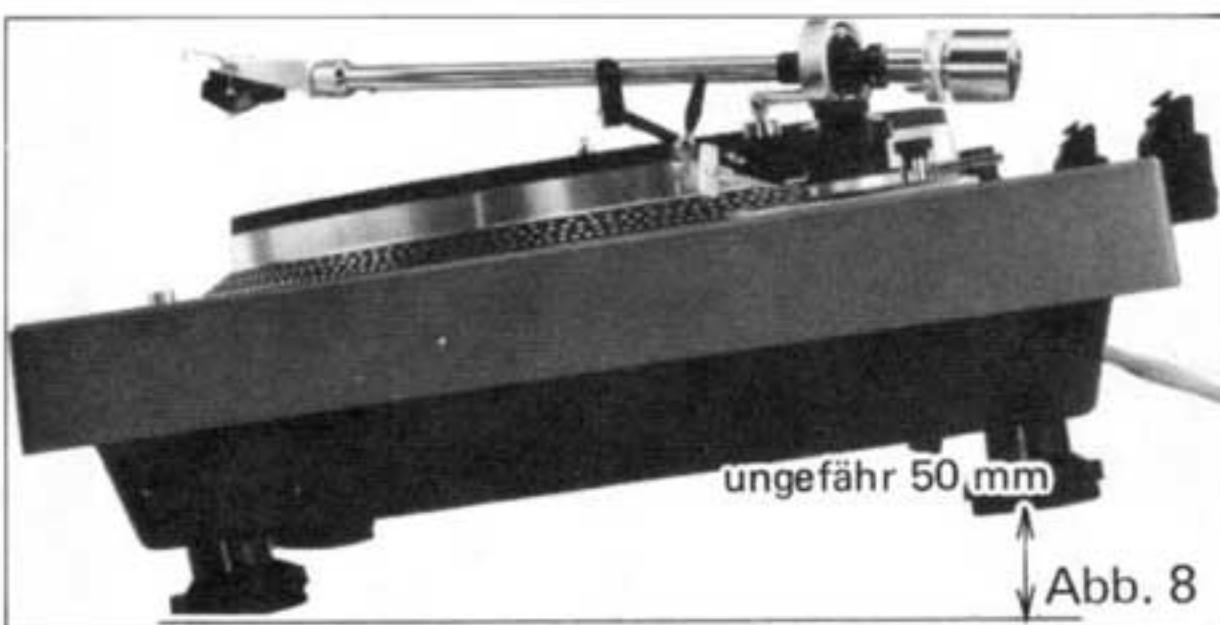

Abb. 8
3. Die Rückseite des Plattenspielers um ungefähr 50mm anheben (Abb. 8).